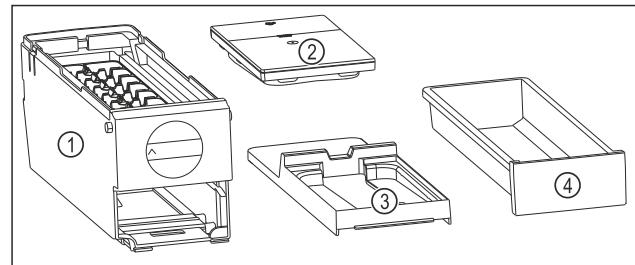

Fig. 84 Составные части EasyTwist-Ice
- ▶ Разбирайте EasyTwist-Ice только на составные части, представленные на рисунке. (см. Fig. 84)
- ▶ Очищайте корпус EasyTwist-Ice Fig. 84 (1) как цельное устройство.
- ▷ EasyTwist-Ice разобран на четыре части. (см. Fig. 84)